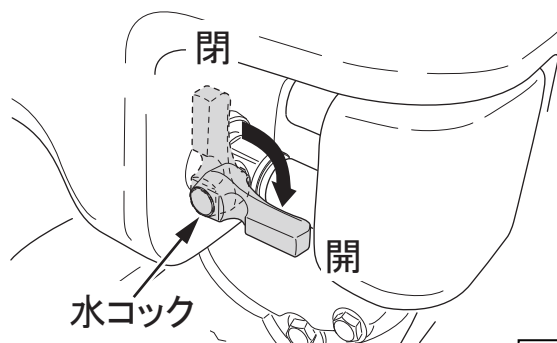

図 23
3. 散水作業を行う時は、水タンクのコックを開いてください。(図23)